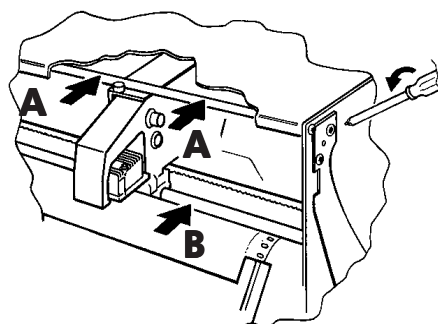

Figure 6.1 Position des barres de guidage
- De nettoyer, tous les six mois, la barre supérieure de la tête d'impression (A en figure 6.1), et d'appliquer ensuite une fine couche d'un lubrifiant léger à l'aide d'un chiffon propre.
- A cette occasion, la barre (A en figure 6.1) sera pivotée de quelques degrés, en dévissant d'un demi tour puis en revissant les deux vis de blocage (une de chaque côté).
En aucun cas la barre inférieure de guidage de la tête (B en figure 6.1), sous peine de détériore le roulement interne du chariot de la tête d'impression.